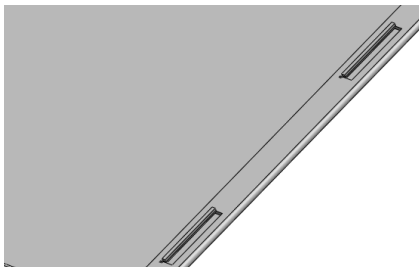

图 13-85 创建镜向特征效果
(16) 单击【镜向】按钮, 弹出【镜向】属性管理器，在绘图区中，依次选择上视基准面和边线-法兰 2 特征为镜向面和镜向特征，单击【确定】按钮, 创建镜向特征，如图 13-85 所示。